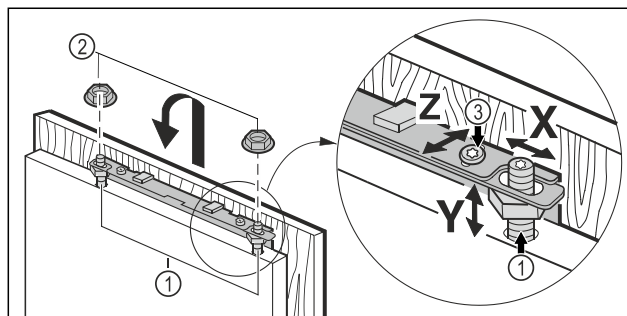

Fig. 16
- Zavěste nábytková dvířka na ustavovací čepy Fig. 16 (1) a pojistné matice Fig. 16 (2) a na ně volně našroubujte pojistné matice.
- Nábytkové dveře vyrovnejte ve výšce **Y** a ve stranovém sklonu: Ustavovací čepy Fig. 16 (1) nastavte šroubovákem.
- Pojistné matice Fig. 16 (3) dotáhněte.